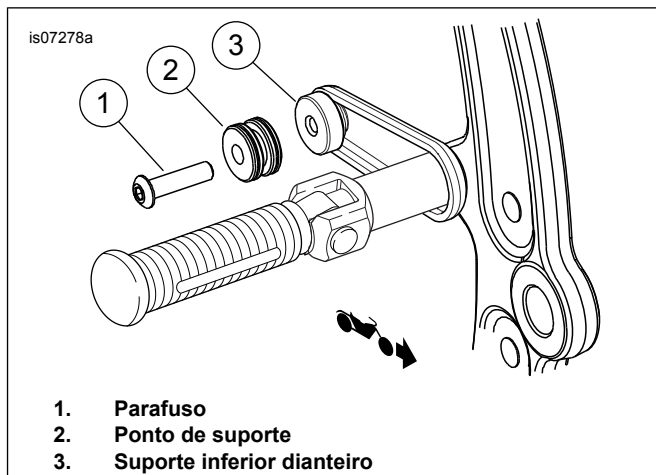

Figura 5. Ponto de suporte dianteiro inferior (sem outros acessórios removíveis)
1. Veja Figura 5. Instale o conjunto de suporte do alforje dianteiro inferior (3).
2. Instale o mini ponto de suporte (2) no parafuso (1).
4. Instale o parafuso no furo rosqueado do suporte dianteiro inferior (3). Aperte o parafuso com torque de 16,3–24,4 N·m (12–18 ft-lbs).